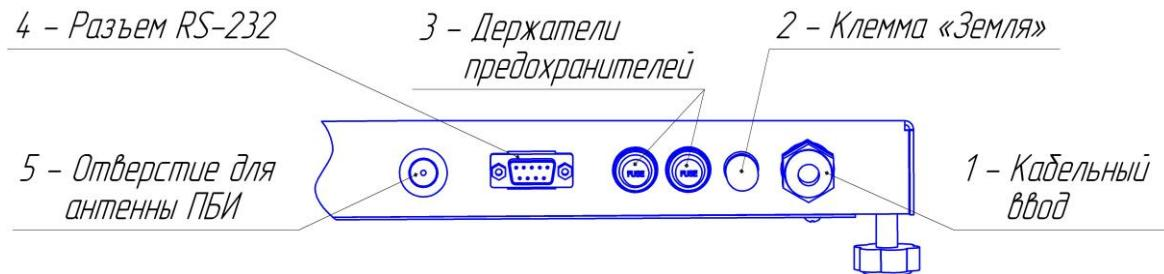

Рисунок 6 - Вид основания сзади
На задней стенке основания (рисунок 6) находятся: кабельный ввод 1 для шнура питания, клемма «Земля» 2 для заземления аппарата, держатели предохранителей 3, разъем RS-232 4, отверстие для антенны ПБИ 5.
3.1.2 Если аппарат эксплуатируется совместно с ПБИ¹, подключить к разъёму, установленному в отверстие для антенны ПБИ (рисунок 6 на странице 7), antennу из комплекта принадлежностей.
3.1.4 Клемму заземления (рисунок 6 на странице 7), подключить к внешней заземляющей шине.